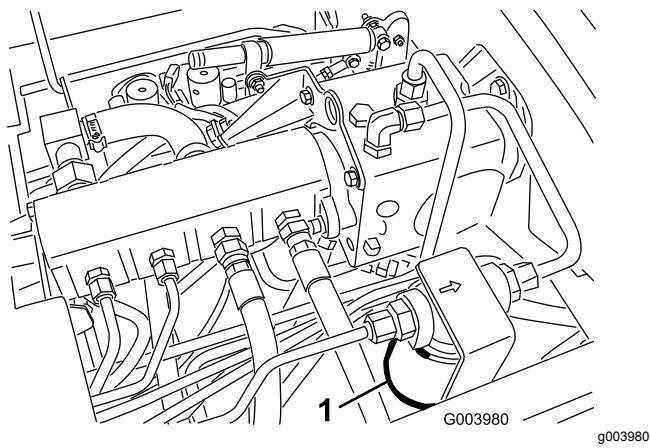
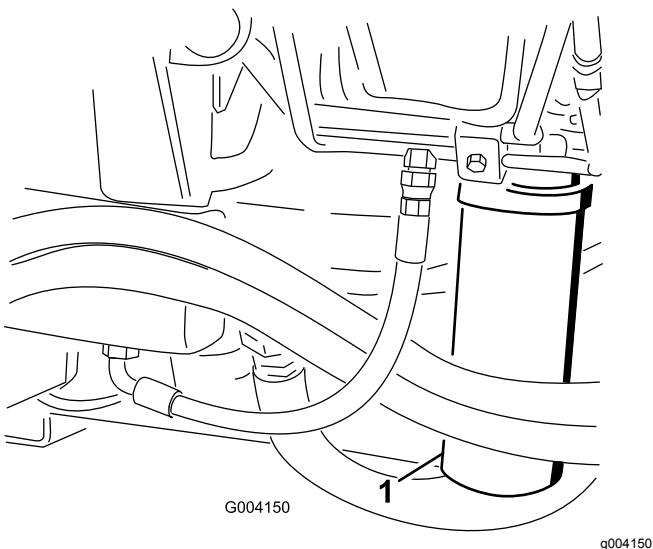

Figura 77
Figura 78
2. Pulite l'area di montaggio del filtro e collocate una bacinella di spurgo sotto il filtro (Figura 77) e (Figura 78).